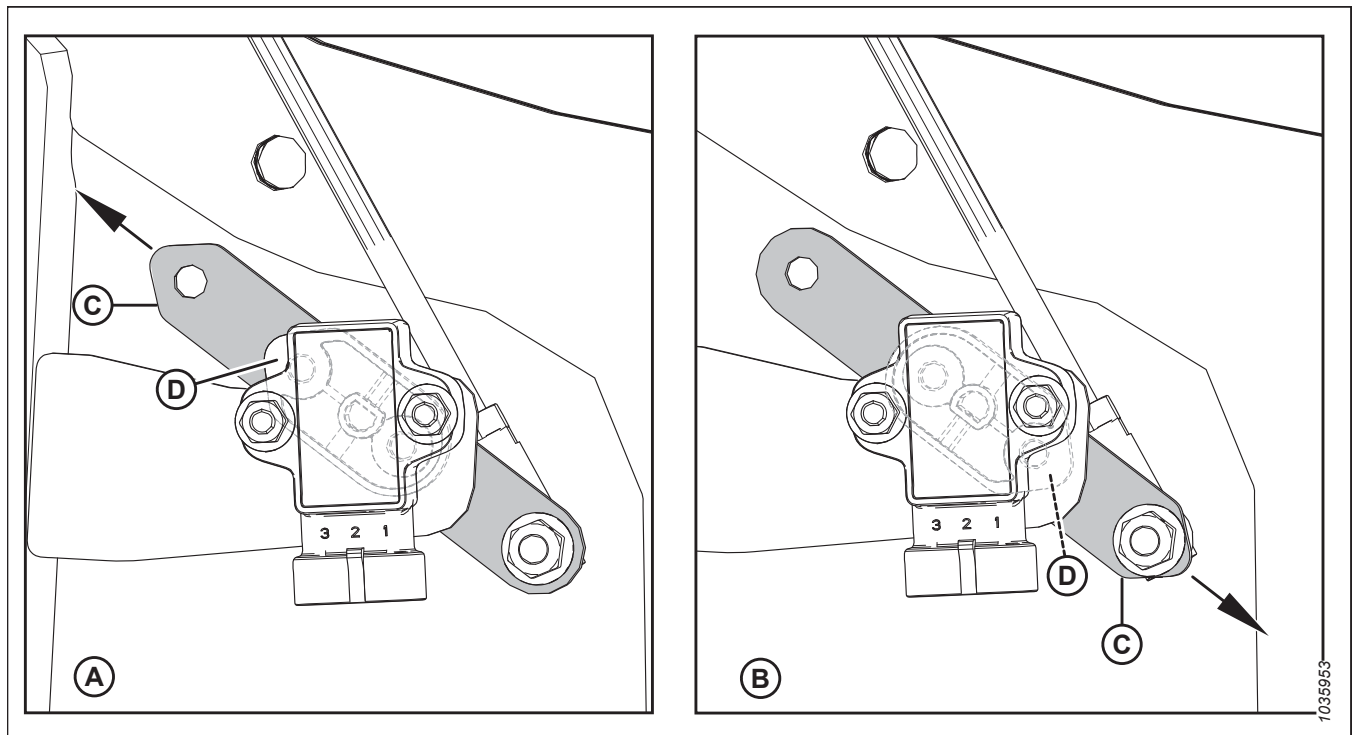

Figure 3.152: Configurations du bras/pointeur du capteur
4. Veillez à ce que le bras (C) et le pointeur (D) du capteur soient configurés correctement pour la plateforme. Pour obtenir des instructions, consultez la figure 3.152, page 147.